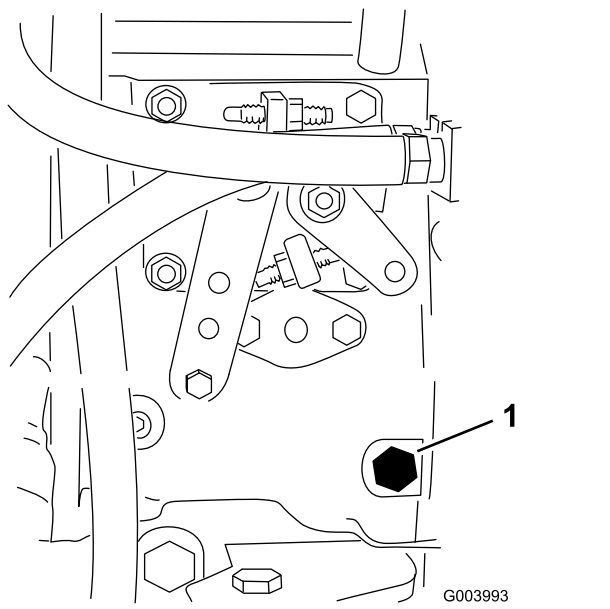

図 39
3. 燃料噴射ポンプ **図 39**についているエア抜きねじを、12mmのレンチを使って開く。